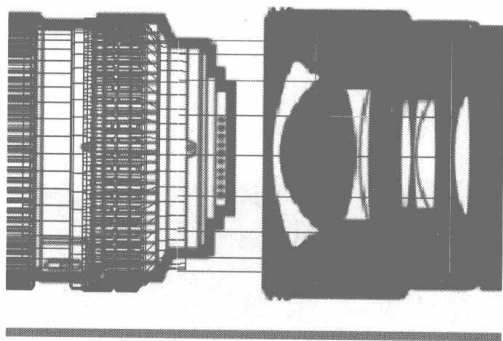
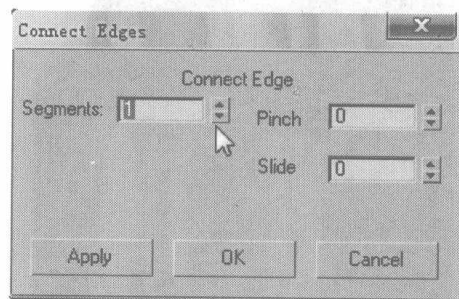
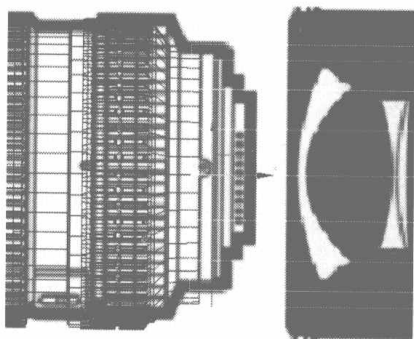

图 6.466
图 6.467
图 6.468
- 75** 切换为面编辑，将圆柱体两侧的面删除，再切换为边线编辑，在 Front 视图中框选如图 6.466 所示的边线，在 Edit Edges 卷展栏中单击 **Connect** 右侧的小按钮，在弹出的对话框中设置添加细分线的参数，如图 6.467 所示，并将添加的细分线移动到如图 6.468 所示的位置。